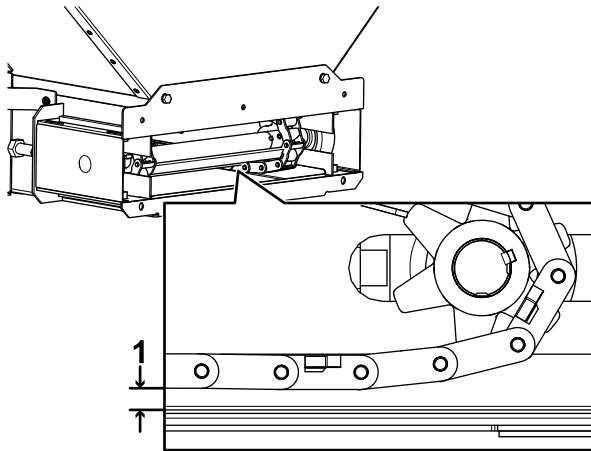

Figura 26
3. Compruebe el espacio entre la cadena de rodillos y la bandeja de limpieza (Figura 26).